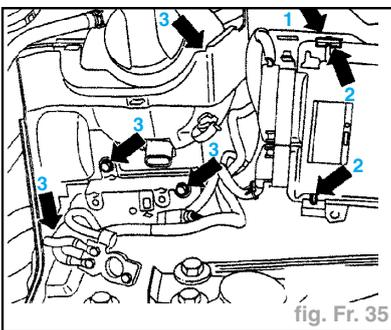

fig. Fr. 35
- Déposer le revêtement (2) de la batterie.
- Déclipser l'appareil de commande s'il y en a un (2) (fig. Fr. 35).